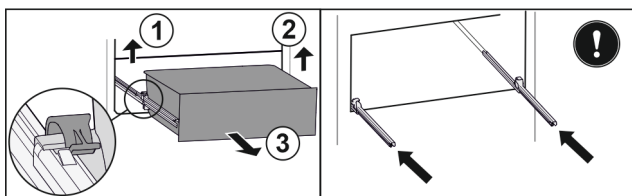

Fig. 101
- 提起左侧夹子，同时将抽屉左侧向前拉。 Fig. 101 (1)
- 提起右侧夹子，同时将抽屉右侧向前拉。 Fig. 101 (2)
- 朝前取出抽屉。 Fig. 101 (3)